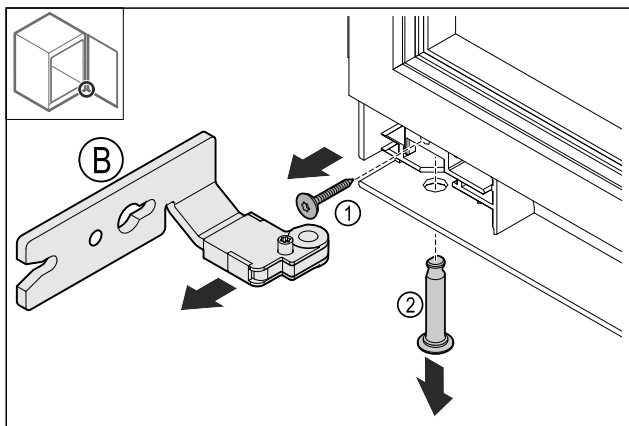

Fig. 15
- ▶ Odstráňte skrutku Fig. 15 (1).
- ▶ Odstráňte čap Fig. 15 (2).
- ▶ Odstráňte záves Fig. 15 (B).